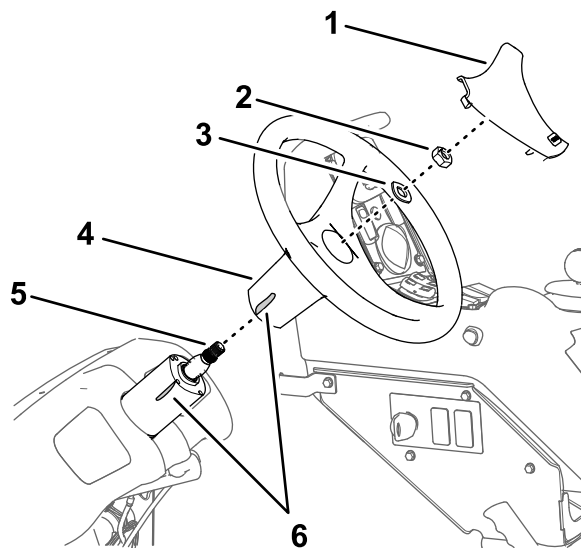

Bild 161
2. Entfernen Sie die Abdeckung vom Lenkrad (Bild 161).
3. Nehmen Sie die Mutter (5/8") und Scheibe (5/8") ab, mit denen das Lenkrad am Lenkventil befestigt ist, und nehmen Sie das Lenkrad ab (Bild 161).
1. Markieren Sie die Position des Lenkrads mit einem Stück Band am Lenkventil (Bild 161).